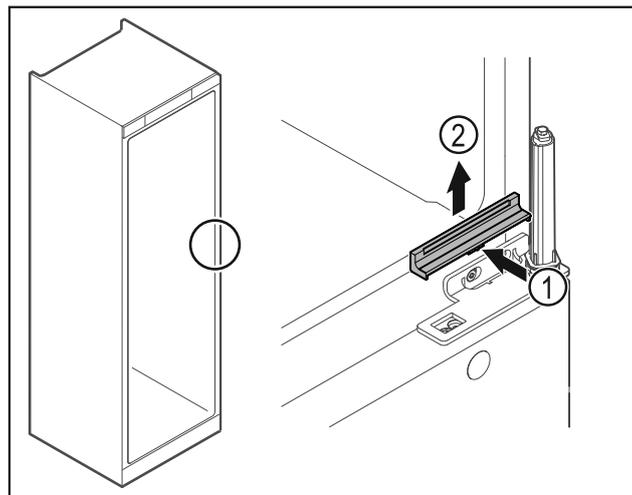

Fig. 32
- ▶ 轻轻压入中间的盖板 Fig. 32 (1)并朝上取下 Fig. 32 (2)。